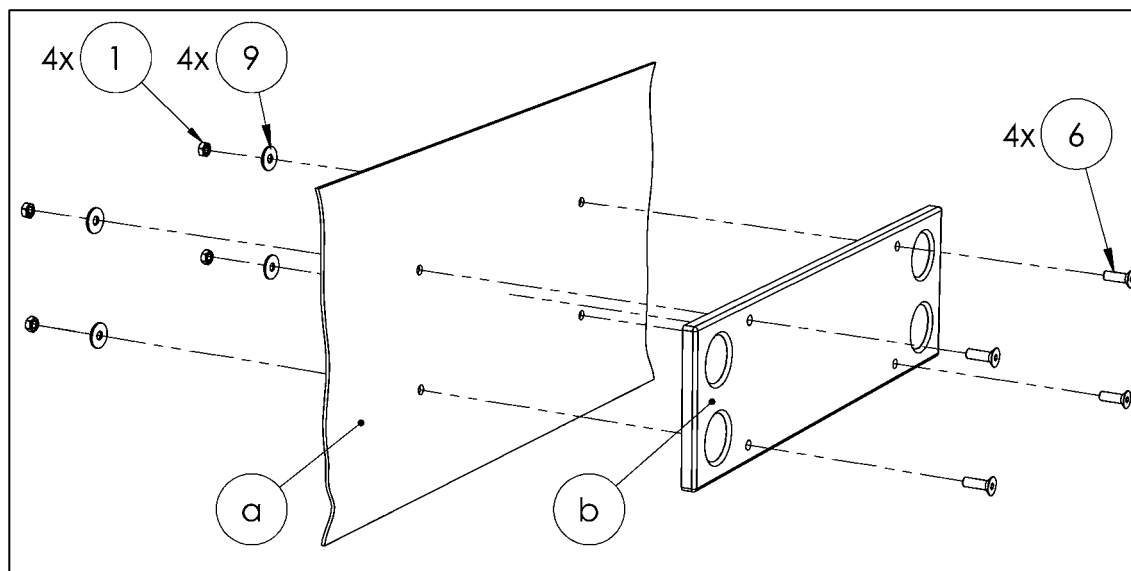
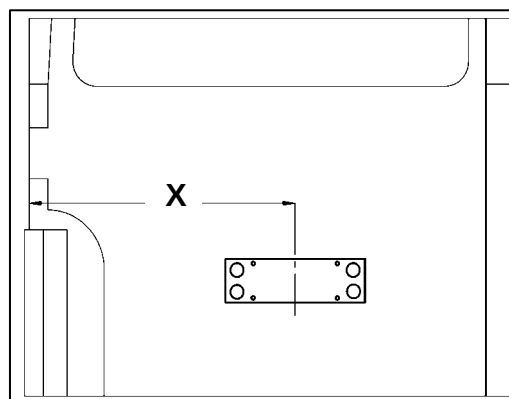

Abbildung 42
Abbildung 53
(Pos. a) legen (Knickschutz und Kabellänge auch bei gänzlich geöffneter Tür beachten ggf. Wellrohr verwenden (siehe Abbildung 42)).
- Bedienpanel (Pos. b) mit Befestigungsmitteln Pos.-Nr.: 1, 6, 9 aus dem **Beipack** an der rechten Fahrzeugtür (Pos. a), nach Vorschrift im Abstand zwischen 300 mm und 600 mm vom Aufbauende bis zur Mitte vom Bedienpanel anschrauben (siehe Abbildung 42 und Abbildung 53).